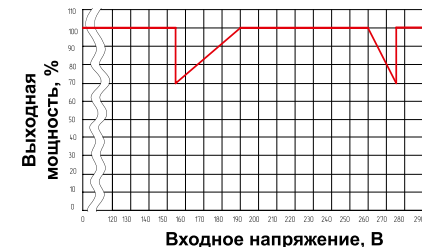

Рис. 2
9.1.1. Суммарная полная мощность всех подключаемых к ИБП потребителей не должна превышать величины 70% максимальной или 100% номинальной длительной мощности прибора, только если входное напряжения сети находится в пределах от 190В до 260В в режиме стабилизатора. При возможном изменении входного напряжения в пределах от 160В до 270В суммарная полная мощность всех подключаемых к ИБП потребителей не должна превышать величины 50% от максимальной мощности прибора. При возможном изменении входного напряжения в пределах от 140В до 270 В следует руководствоваться зависимостью на рис. 2 при определении максимальной мощности нагрузки. Невыполнение данного требования может привести к частому нежелательному срабатыванию средств защиты от перегрузки блока стабилизатора в составе ИБП с отключением потребителей электроэнергии, а также к сокращению срока службы изделия и его преждевременному выходу из строя.